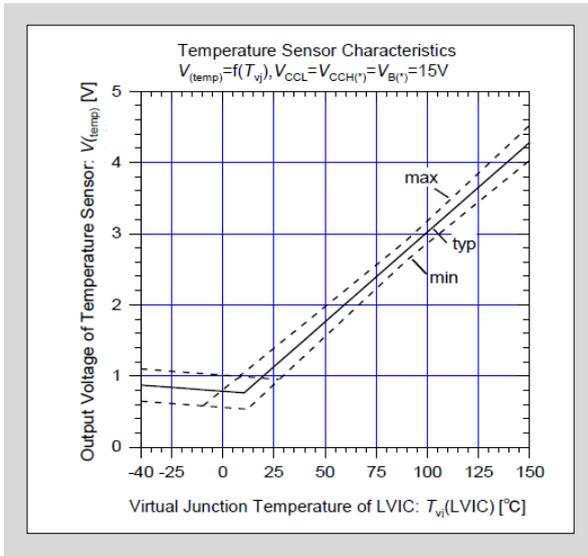

图3-24 LVIC 温度和 TEMP 输出电压特性
- 图3-24 是 LVIC 结温和 TEMP 引脚输出电压特性图。当 MPU 电源电压使用 3.3V 时，请在 TEMP 引脚处连接电压钳位用稳压二极管。此外，温度在室温以下时，输出电压是被钳位的，如果需要线性输出，请在 TEMP 引脚处连接  $5k\Omega \pm 10\%$  的下拉电阻  $R_{pulldown}$ 。